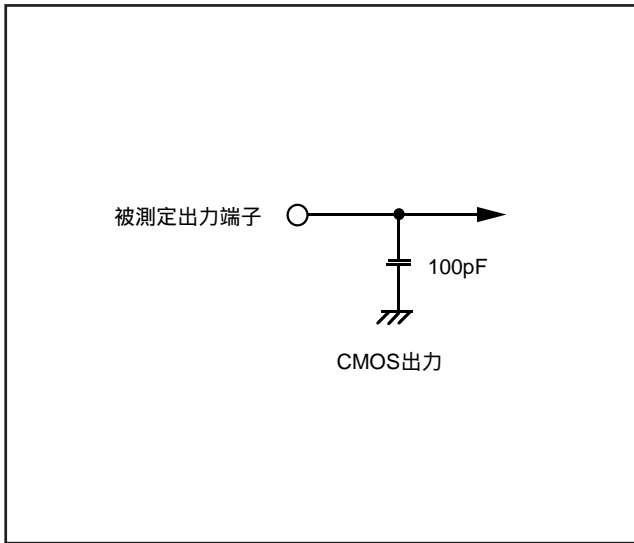

図38．出力スイッチング特性測定回路図
41	表 15. スイッチング特性(1)、表 16. スイッチング特性(2) 測定条件 図 38 を追記